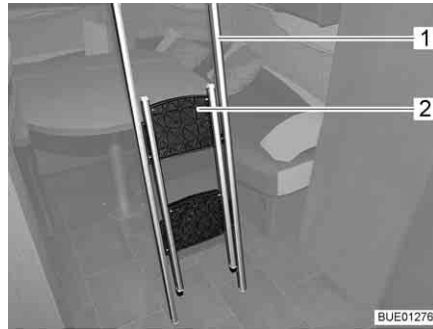
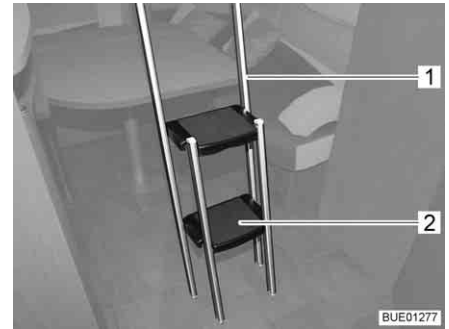

Fig. 100 Scaletta di accesso chiusa
Fig. 101 Scaletta di accesso aperta
- Agganciare la parte chiusa (Fig. 100,2) della scaletta di accesso (Fig. 100,1) al bordo superiore, quindi aprirla fino a che tutti i quattro piedini appoggiano saldamente sul pavimento (Fig. 101).
- Ribaltare verso l'interno gli scalini (Fig. 101,2).
- Staccare la scaletta di accesso (Fig. 101,1) dalla barra di presa (Fig. 99,3) nel letto basculante.